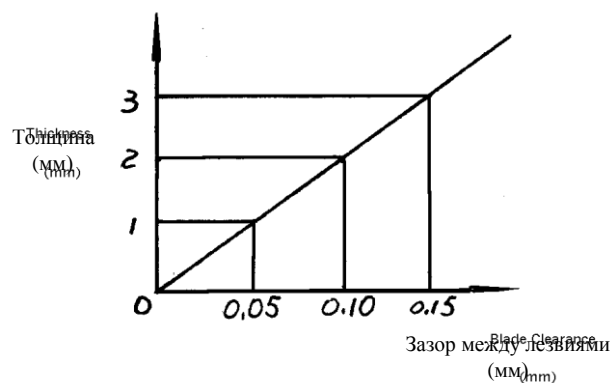

Рис. 3
- 3) Осмотреть зазор между лезвиями, убедиться, что он соответствует требуемой ширине зоны резания (см. рис. 3)